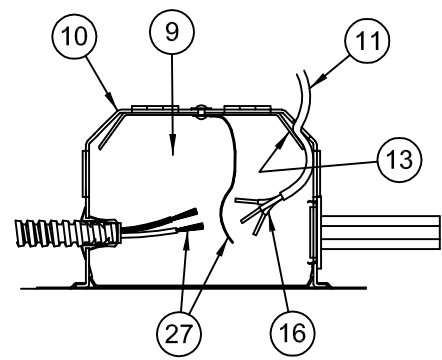
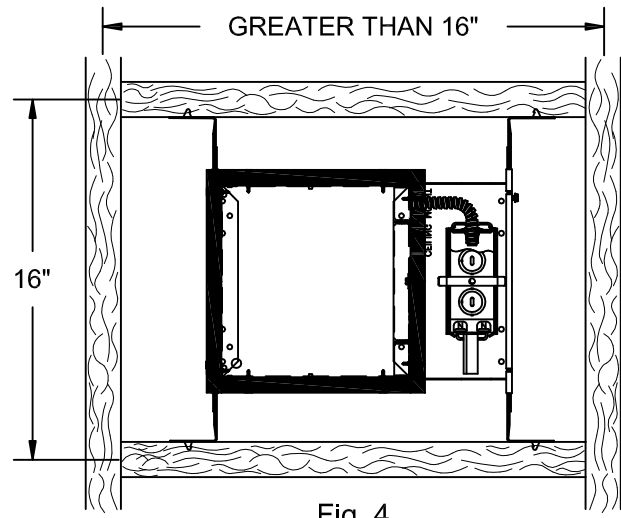

Fig. 3
Fig. 4
- 2.- Remove Cover Plate (9) from Junction Box (10). Slip Type NM Cable (Romex) (11) through desired Hole in Junction Box (10) above Retaining Plate (13). Cable (11) is secured by Retaining Plate (13). (See Fig. 3)
- 3.- If other than Type NM Cable (Romex) is to be used, remove One Large Knockout (15) at desired location on Top or Sides of Junction Box (10). Bring appropriate Electrical Supply Cable into Junction Box and secure in place with proper UL listed Connector (NOT FURNISHED).
- 4.- Connect Fixture Wires (27) to Supply Wires (16) as shown in Wiring Diagram. Use UL listed Wirenuts (NOT FURNISHED).
- 5.- After ceiling is finished lower Housing (6) until flush with Ceiling.
- 6.- To gain access to Junction Box (10) after Ceiling is finished, pull Housing (6) down and remove Screw (21) and Access Door (22) located inside Fixture. Junction Box Cover Plate (9) can now be removed for service.
- 7.- Plaster Frame (2) and Gasket (25) must be in contact with Ceiling (23).
- 8.- If joists are spaced greater than 16 inches on center, 2x4 (4 inch dimension vertical) or greater lumber shall be used to span between joists at the plane of the ceiling to create a 16 inch on center space to mount the fixture as shown in Fig. 4.
- 2.- Retire la cubierta (9) de la caja de empalmes (10). Pase el cable tipo NM (Romex) (11) por el agujero deseado en la caja de empalmes (10) por encima de la placa de retención (13). Asegure la posición del cable (11) con la placa de retención (13). (Vea Fig. 3)
- 3.- En caso de que se usa un cable otro que el tipo NM (Romex), retire un tapón grande (15) en la posición deseada en la parte superior o los lados de la caja de empalmes (10). Introduzca el cable de suministro eléctrico adecuado en la caja de empalmes y asegure su posición en la caja con el conector adecuado certificado por UL (NO INCLUIDO).
- 4.- Conecte los alambres del aparato de luz (27) a los alambres del suministro (16) como se muestra en el diagrama de cableado. Utilice los conectores UL certificados (NO INCLUIDOS).
- 5.- Después de terminar el cieloraso, baje la caja (6) hasta que esté a ras del cieloraso.
- 6.- Para tener acceso a la caja de conexiones (10) después de haber terminado el cieloraso, baje la caja (6) y retire el tornillo (21) y la puerta de acceso (22), ubicada dentro del aparato de luz. La placa de cubierta de la caja de conexiones (9) puede ser retirada para el mantenimiento.
- 7.- El armazón enyesado (2) y la junta (25) deben estar en contacto con el cieloraso (23).
- 8.- Si las viguetas están distanciadas a más 16 pulgadas (41 cm), 2x4 (4 pulgadas [10 cm] de dimensión vertical), se debe usar más soportes entre las viguetas a ras del cieloraso para crear un espacio de 16 pulgadas (41 cm) para montar el aparato de luz como se muestra en la Fig. 4.
- 2.- Retirez le couvercle (9) de la boîte de dérivation (10). Faites passer le câble de type NM (Romex) (11) par le trou désiré dans la boîte dérivation (10), le quel se situe au-dessus de la plaque de retenue (13). Maintenez la position du câble (11) à l'aide de la plaque de retenue (13). (Voir Fig. 3)
- 3.- Si un câble autre que celui de type NM (Romex) s'utilise, ouvrez une grande débouchure (15) à l'endroit désiré sur le haut ou les côtés de la boîte de dérivation (10). Insérez le câble d'alimentation électrique adéquat dans la boîte de dérivation et serrez en place à l'aide un connecteur adéquat homologué UL. (NON FOURNI).
- 4.- Reliez les fils du dispositif (27) aux fils de l'alimentation (16) selon le diagramme de câblage. Utilisez les coinces de relais homologués UL (NON FOURNIS).
- 5.- Après avoir fini le plafond, faites abaisser le logement (6) jusqu'à ce qu'il reste au ras du plafond.
- 6.- Afin de gagner accès à la boîte de dérivation (10) après avoir terminé le plafond, abaissez le logement (6) et retirez la vis (21) et la porte d'accès (22) qui se situe à l'intérieur du dispositif d'éclairage. Le couvercle de la boîte de dérivation (9) peut être retiré pour faire le maintien.
- 7.- Le cadre en plâtre (2) et le joint (25) doivent toucher le plafond (23).
- 8.- Si les solives sont placées à une distance supérieure à 16 pouces (41 cm), 2 x 4 (4 pouces [10 cm] de dimension verticale), il faut utiliser plus de supports entre les solives au niveau du plafond pour créer un espace de 16 pouces (41 cm) pour monter le dispositif d'éclairage comme l'indique Fig. 4.